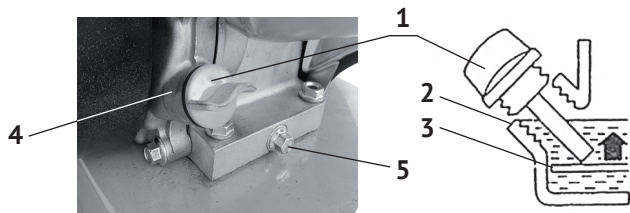

рис.3
Выкрутите пробку-щуп (рис.3 поз.1) из маслозаливной горловины и залейте в картер масло необходимой марки до нижнего края горловины, как показано на рис.3. Вставьте сухой чистый щуп в горловину картера и выньте его. Проверьте уровень масла: граница смоченной области щупа должна располагаться между отметками минимального (рис.3 поз.3) и максимального (рис.3 поз.2) уровней.
- на прогревом до рабочей температуры двигателя, открутите пробку-щуп маслосливной горловины (рис.3 поз.1);
- открутив болт-пробку маслосливного отверстия (рис.3 поз.5), слейте из картера использованное масло;
- залейте масло в горловину, до нижнего края заливного отверстия, как показано на рис.3.